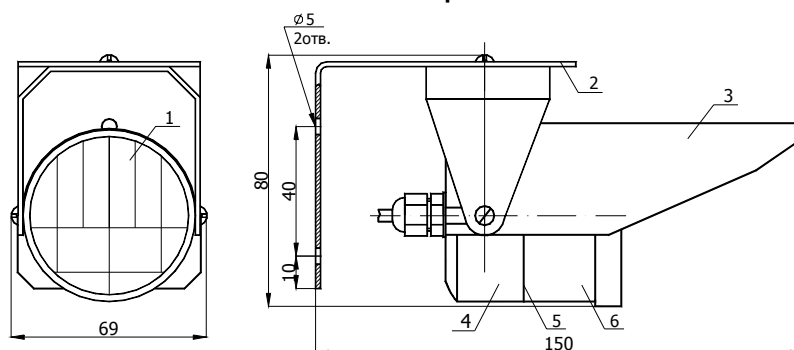

Рис. 2 Общий вид извещателя
Общий вид извещателя приведен на рис. 2 приложения.
6.2 При появлении ложных срабатываний необходимо уменьшить чувствительность извещателя, увеличив коэффициент изменения порога с помощью переключки **P1** и/или количество превышений порога переключкой **P2** в соответствии с таблицей 1 приложения. Для этого необходимо пометить положение крышки относительно дна корпуса, открутить крышку. После установки коэффициентов закрутить крышку до совмещения меток. **При этом положение линзы должно соответствовать рис. 2 приложения.**